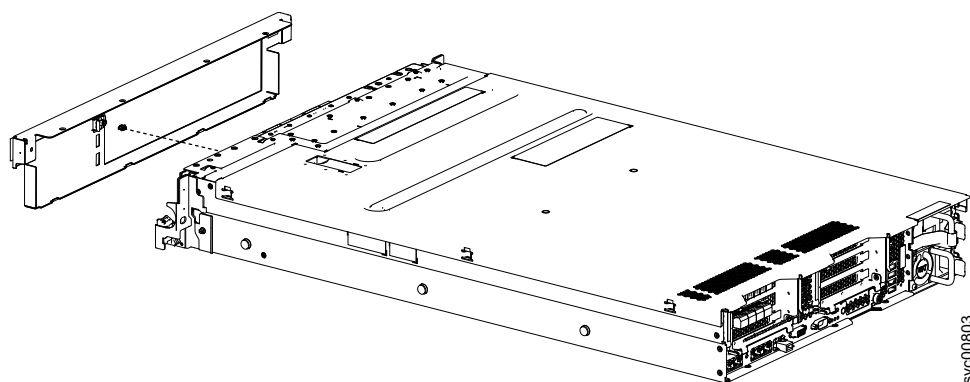

図 90. ベゼル・アセンブリー背面からの LED ケーブルの取り外し
8. 図 90 に示すように、LED ケーブルをベゼル・アセンブリー背面にある LED PCB から取り外します。